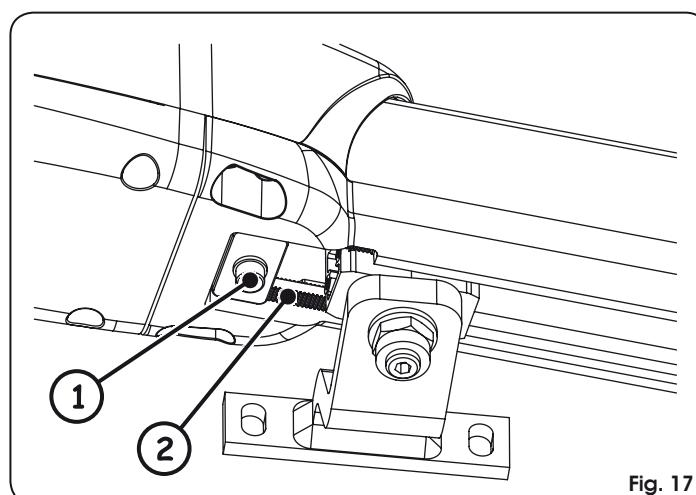

Fig. 17
- Afloje el tornillo de fijación, Fig. 17 ref. ①. No es necesario quitar completamente el tornillo.
**⚠ El bloqueo mecánico trabaja acoplado a un sector dentado, Fig. 17 ref. ②. Si se verifican obstáculos durante el movimiento, asegúrese de que el acoplamiento esté libre. NO EJERCITE FORZAMIENTOS.**